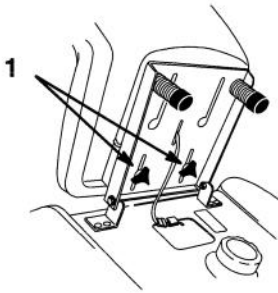

Figure 12
1. Soulever le siège et desserrer les boutons de réglage (Fig. 12).